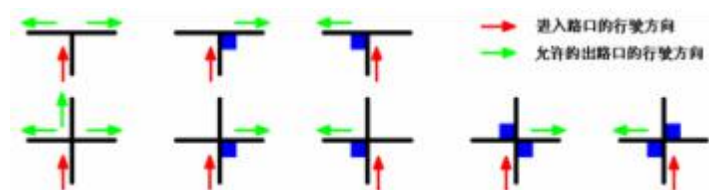

图3 转弯标志及允许的出路口行驶方向
3.2.5 在黑色引导线的十字或丁字交叉处，可能会出现50mm×50mm的深蓝色转弯标志。机器人在遇到转弯标志时的正确动作方式如图3所示。